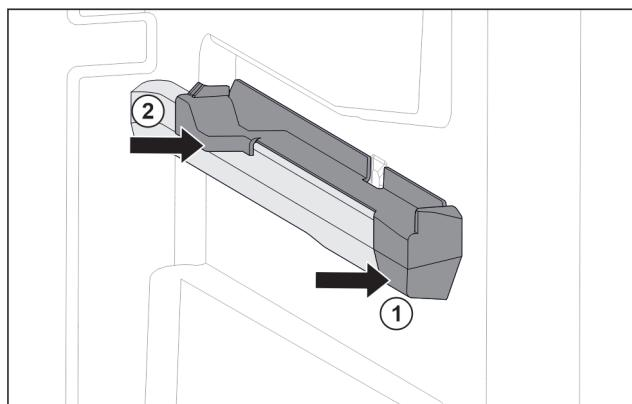

Fig. 148 Natični dio na desnom žlijebu spremnika
- Postavite natični dio sprijeda na žlijeb spremnika. Fig. 148 (1)
- Pritisnite natični dio straga. Fig. 148 (2)